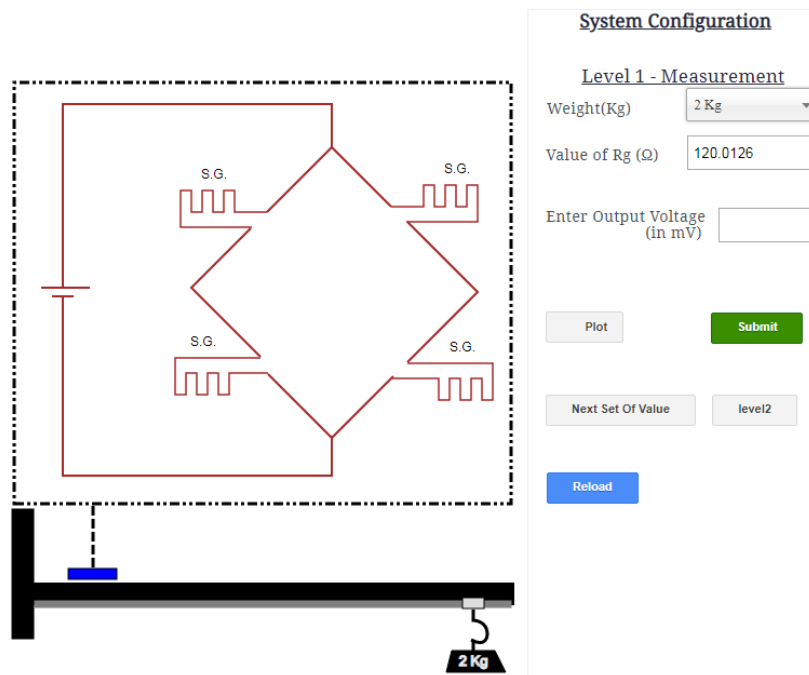

Figura 2. Simulador de puente completo
- 4) Realizar los tres experimentos simulados propuestos en el siguiente link <http://sl-coep.vlabs.ac.in/StrainGuage/Aim.html?domain=Electrical%20Engineering&lab=Sensor%20Lab> (ver figura 2)